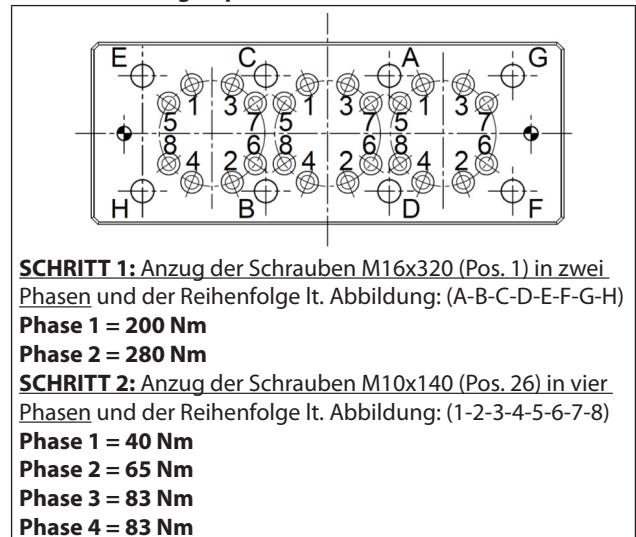

Abb. 131
*** Die Befestigungsschrauben des Kopfs müssen in den Phasen und der Reihenfolge gemäß Schema in Abb. 131 festgezogen werden.
**** Die Befestigungsschrauben der Buchsen müssen in den Phasen und der Reihenfolge gemäß Schema in Abb. 131 festgezogen werden.